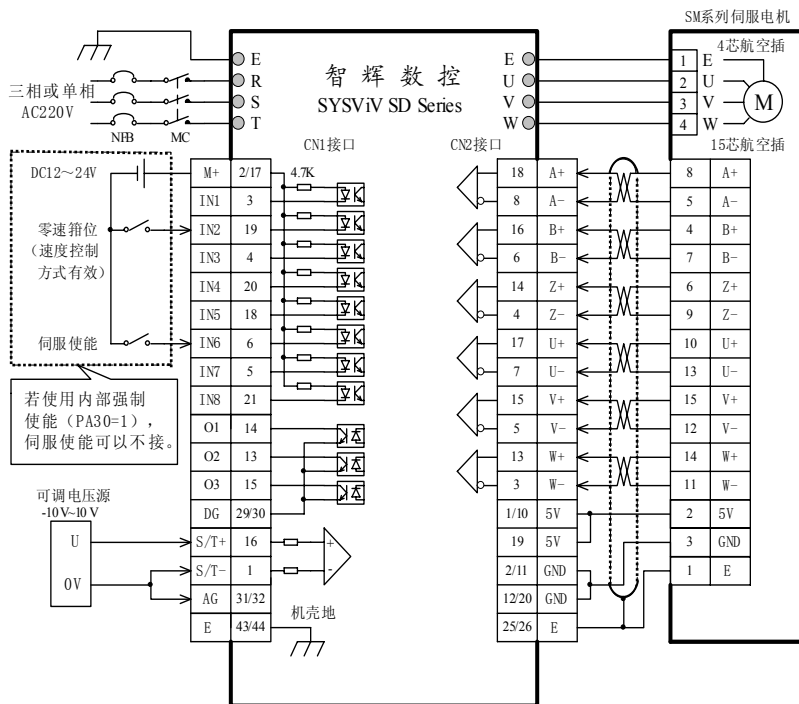

图 6.18 速度、转矩控制方式的简单接线
- 1) 准备一个可从-10V~+10V 连续可调的直流稳压源，按图 6.18 接线，使能开关先不要闭合，闭合零速箱开关，电压源输出电压调到零，接通电源。
- 1) 准备一个可从-10V~+10V 连续可调的直流稳压源，按图 6.18 接线，使能开关先不要闭合，电压源输出电压调到零，接通电源。